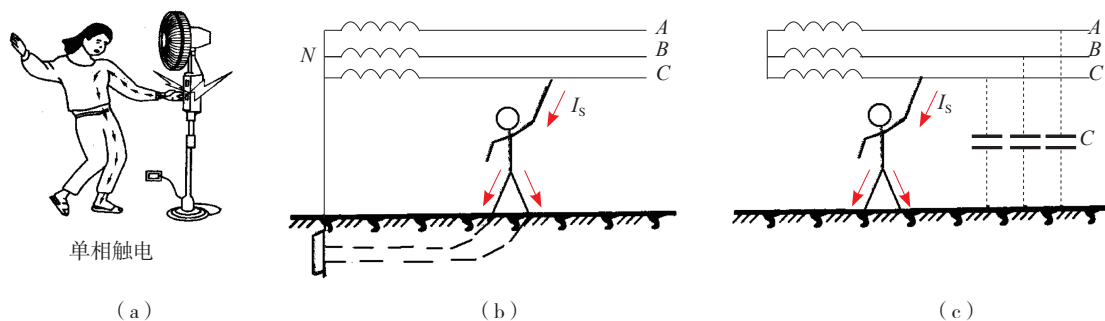

图 1-1-1 单相触电
人体的一部分接触到相线或绝缘性能不好的电气设备外壳时，电流从相线经人体流入大地的触电现象，如图 1-1-1 (a) 所示。
① 中性点接地电网的单相触电。在中性点接地的电网中，发生单相触电的情况如图 1-1-1 (b) 所示。这时，人体所触及的电压是相电压，在我国的照明线路中，相电压为 220V。电流由相线、人体、大地和中性点接地装置而形成通路。这种触电类型人体承受的电压为 220V。
② 中性点不接地电网的单相触电。在中性点不接地的电网中，发生单相触电的情况如图 1-1-1 (c) 所示。当站立在地面的人手触及某相导线时，由于相线与大地间存在着分布电容，所以对地的电容电流从另外两相流入大地，并全部经人体流入到人手触及的相线。一般来说，导线越长或者空气的湿度越大，则对地的电容电流就越大，触电的危险性也越大。这种触电类型人体承受的电压最大可接近 380V。